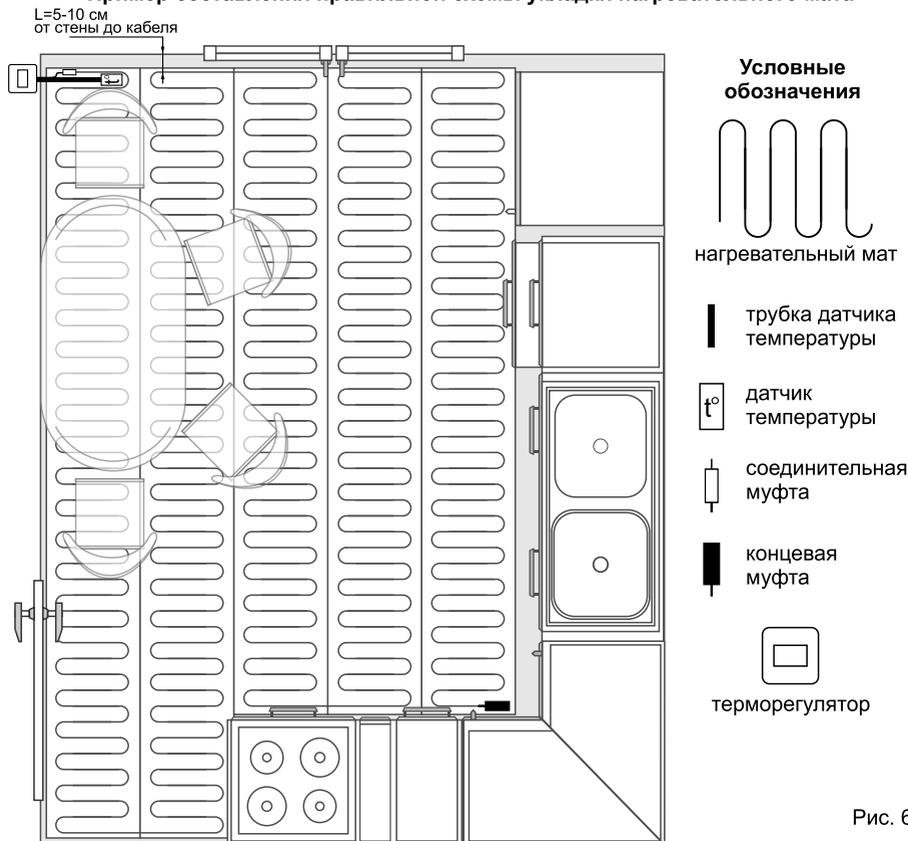

Рис. 6
5. Уложите нагревательный мат на поверхности пола по форме обогреваемой площади (рис.6).